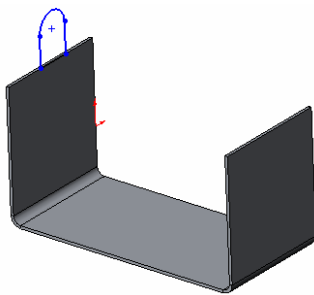
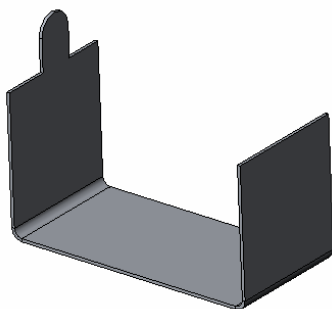

图 9-43 绘制草图
图 9-44 生成薄片特征
- ③ 在选择的基准面上绘制草图, 如图 9-43 所示。然后单击“退出草图”图标, 生成薄片特征, 如图 9-44 所示。